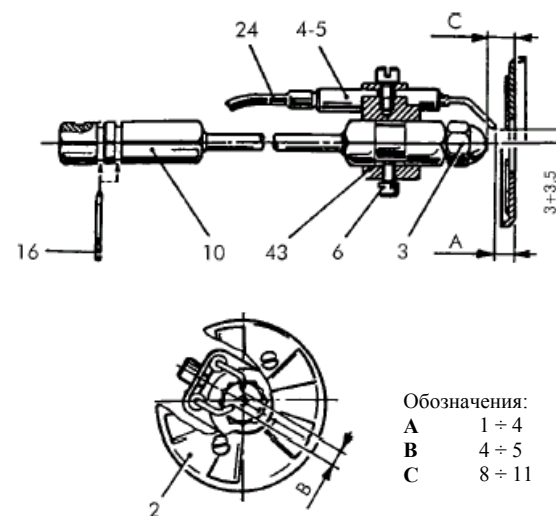

Рис. 14
Очистите электроды, не меняя их положения относительно диска дефлектора. Если Вы случайно сместили их, то при установке обратнo руководствуйтесь размерами, указанными на рис. 14.
- Форсунка (3) неисправна или загрязнена.
- Электроды поджига (4-5) покрыты коркой или повреждены (см. положения на рис. 14).
- Не освещается фоторезистор (19).
- Неисправно уплотнение электромагнитного клапана (29).